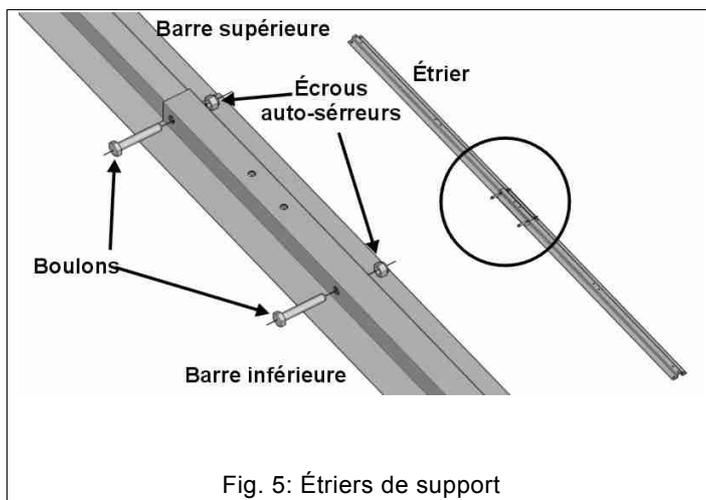

Fig. 5: Étriers de support
2. Il est recommandé d'utiliser des cartons ou tout autre matériel sur le sol comme base d'appui pour la préparation du tableau. Préparez deux étriers de montage pour chaque tableau en assemblant une barre supérieure (en "U" étroite) et une barre inférieure (en "U" large): introduisez la barre étroite sur celle large en alignant les trous de passage des boulons et serrez-les avec les boulons et les écrous auto-sérreurs (Fig. 5).